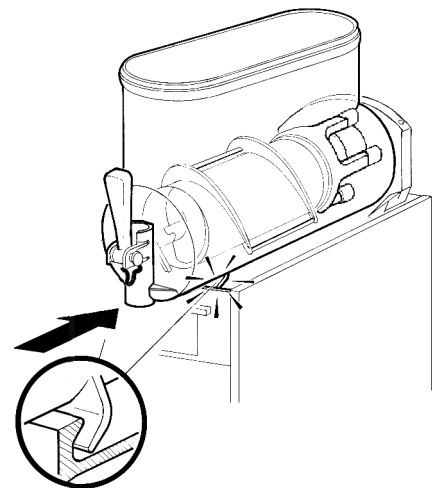

figura 14
**7** Montar el contenedor y empujarlo hacia la pared posterior, controlando que calce completamente en la junta y, al mismo tiempo, que sus ganchos inferiores coincidan con las correspondientes salientes del plano de goteo (ver figura 14).